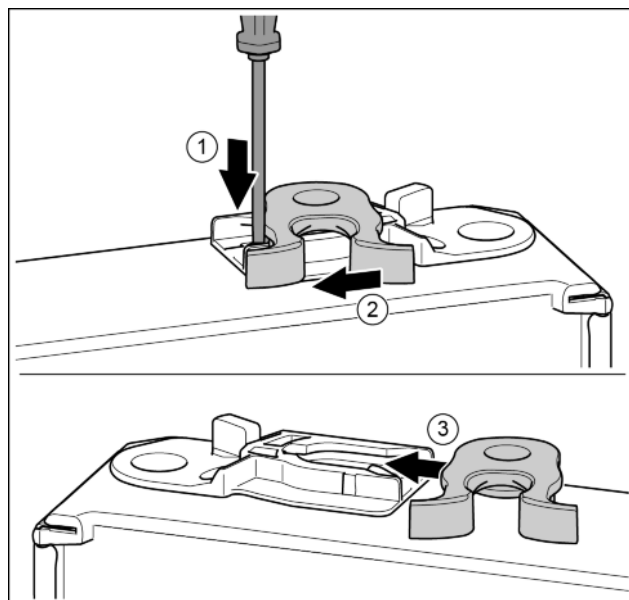

Fig. 19
- ▶ Plochým šroubovákem přitlačte lamelu dolů. *Fig. 19 (1)*
- ▶ Vytáhněte petlice z vedení. *Fig. 19 (2)*
- ▶ Petlice zasuňte do vedení na druhé straně. *Fig. 19 (3)*